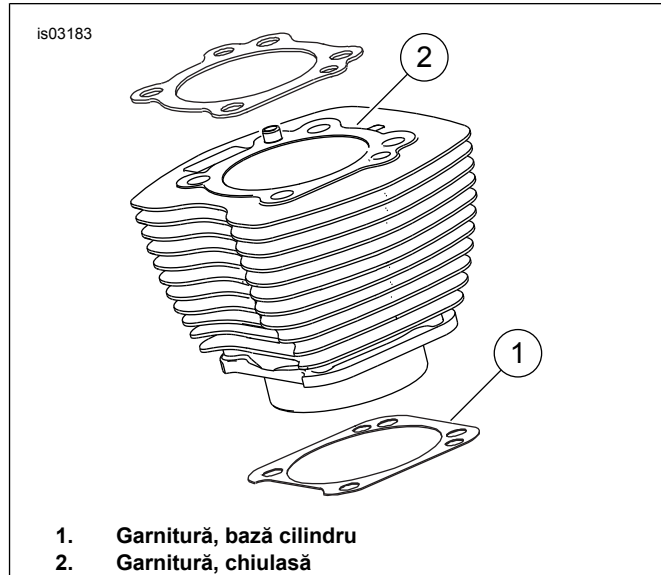

Figura 1. Garnituri cilindru
- Consultați Figura 1 . Garnitura de bază (1) de 103,1 mm (4,060 inci) și garnitura de chiulasă (2) elimină necesitatea garniturilor inelare. Nu utilizați garnituri inelare pe diblurile cilindrului sau pe cepul cilindrului.
- Când montați noua garnitură de bază (1), instalați cu partea în relief în jos și partea concavă în sus.